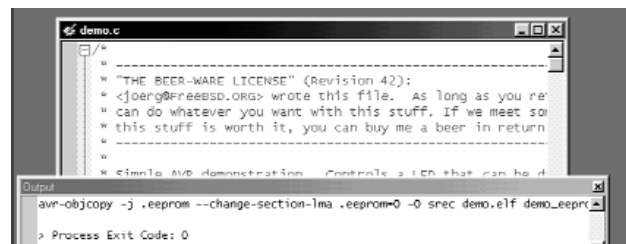

рис.5
1. Запустить на выполнение текстовый редактор PN: "Пуск – Программы – WinAVR – Programmers Notepad". Закрыть окно New, чтобы оно не мешало работе. Загрузить файл демонстрационной Си-программы: "File – Open – <выбрать путь C:\WinAVR\examples\demo\demo.c> – Открыть". Произвести из начального меню компиляцию программы: "Tools – make all", дождаться надписи в нижнем окне экрана "Process Exit Code: 0" (рис.5). После этого в папке с Си-программой появятся 10 новых файлов, среди которых hex-файл demo.hex с кодами прошивки МК.
4. В начальном меню PonyProg выбрать опции: "Setup – Interface Setup", затем для LPT-адаптера поставить точки возле пунктов Parallel, LPT1 или LPT2, выбрать строку Avr ISP API (рис.6). Для COM-адаптера поставить точки возле пунктов Serial, COM1 или COM2, выбрать строку SI ProgAPI (рис.7). Для COM-адаптера с буферной микросхемой 74HC125 ("Ступень 1", рис.5) дополнительно поставить точку возле Invert Reset. Проверить исправность аппаратной части адаптера нажатием кнопки "Probe", в ответ должно появиться сообщение "Test OK" (исправно) или "Test Failed" (найти и устранить неисправность в адаптере). Для возврата в начальное меню нажать два раза ОК.